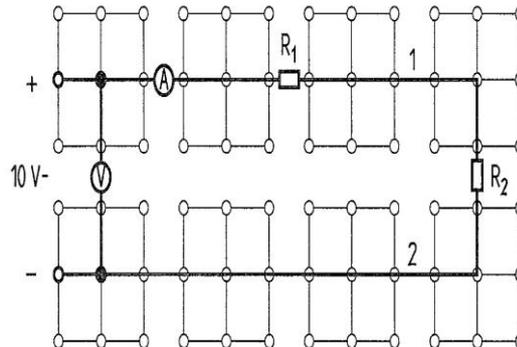

Figura 5.5: Conexión en serie de dos lámparas parte 3
9. Cambie la conexión a la mostrada en la Figura 5.5, encienda la fuente de alimentación y fije un voltaje de 10 V.